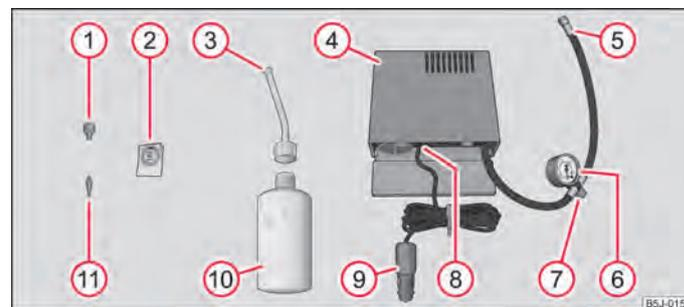

Fig. 141 Componentes del juego de reparación para neumáticos
- Pegue la etiqueta adhesiva ② ⇒ fig. 141 sobre el cuadro de mandos en el campo visual del conductor.
- Con la ayuda del extractor de válvulas ①, desenrosque el vástago de la válvula y colóquelo sobre una base limpia.
- Agite la botella de inflado de neumáticos ⑩ ⇒ fig. 141 fuertemente varias veces.
- Fijar el tubo flexible de inflado ③ en la botella de inflado de neumáticos ⑩, enroscándolo en el sentido de las agujas del reloj. La lámina en el cierre se perforará automáticamente.
- Retirar el tapón de cierre del tubo flexible de inflado ③ e insertar el extremo abierto completamente en la válvula del neumático.
- Mantener la botella ⑩ boca abajo y llenar el neumático con todo el agente sellante de la botella de inflado de neumáticos.
- Enroscar nuevamente el vástago de la válvula en la válvula del neumático, utilizando el extractor de válvulas ①.
- Enroscar el tubo flexible ⑤ ⇒ fig. 141 del compresor de aire fijamente en la válvula del neumático.
- Asegúrese de que el tornillo de purga ⑦ esté cerrado.
- Conecte el conector ⑨ al enchufe de 12 V ⇒ página 66.
- Conecte el compresor de aire a través del interruptor de conexión y desconexión ⑧.
- Cuando no se pueda alcanzar una presión de aire de 2,0 - 2,5 bar, desenroscar el tubo flexible ⑤ de la válvula del neumático.
- Enrosacar nuevamente el tubo flexible del compresor de aire ⑤ en la válvula del neumático y repetir el proceso de inflado.